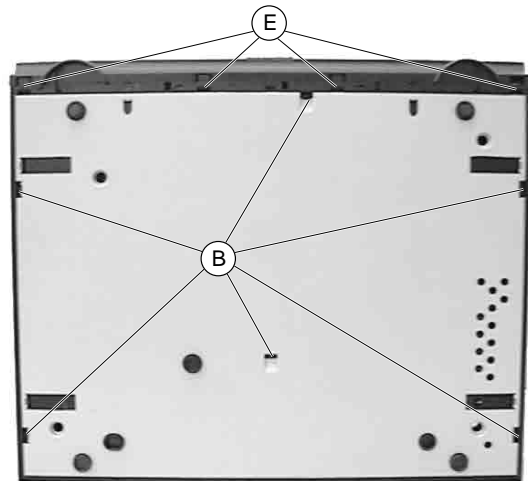
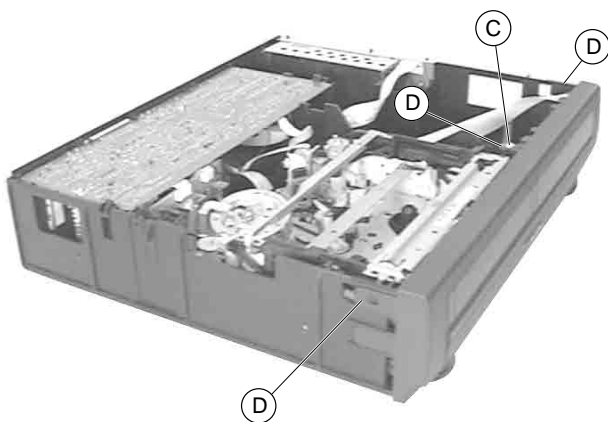

Fig. 2
Fig. 3
- Rastnasen (B) lösen (Fig. 2) und Bodenblech abnehmen.
- Schraube (C) (Fig. 3) herausdrehen.
- Rasthaken (D) (Fig. 3) sowie Rasthaken (E) (Fig. 2) lösen und Frontblende abnehmen.
- Release the locking lugs (B) (Fig. 2) and remove the bottom panel.
- Undo the screw (C) (Fig. 3).
- Release the locking catches (D) (Fig. 3) and the catch (E) (Fig. 2) and remove the front panel.